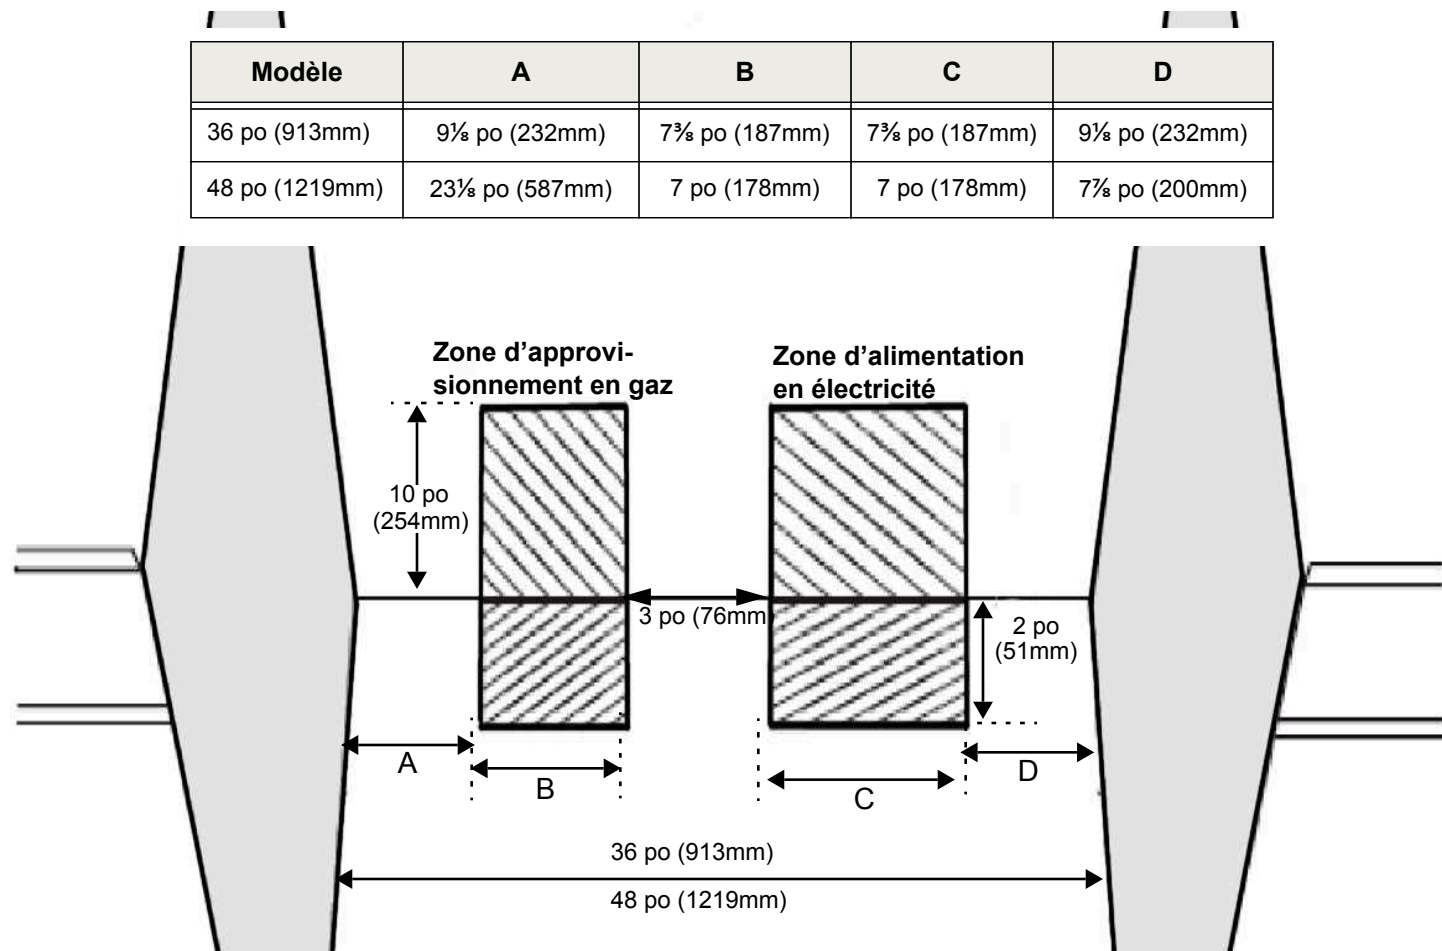

FIGURE 3: Emplacement des zones d'approvisionnement en gaz et d'alimentation en électricité
- Les entrées d'électricité et de gaz doivent se trouver dans les zones indiquées à la *Figure 3*.